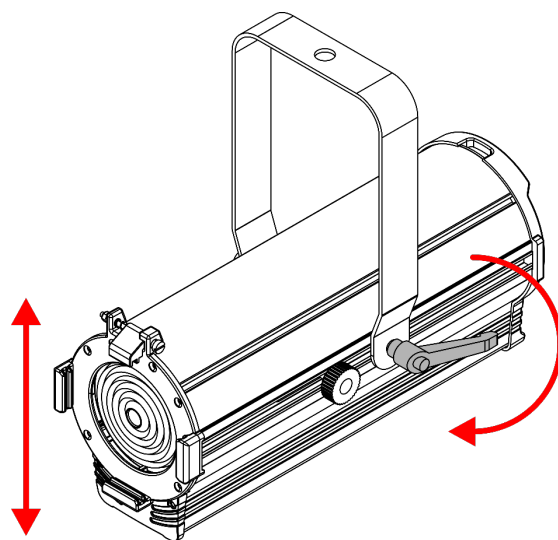

Fig. 08
- 01) Tournez la **poignée de réglage (03)** dans le sens inverse des aiguilles d'une montre pour la desserrer.
- 02) Basculez l'appareil à l'angle souhaité (voir fig. 08).
- 03) Tournez la **poignée de réglage (03)** dans le sens des aiguilles d'une montre pour la desserrer.